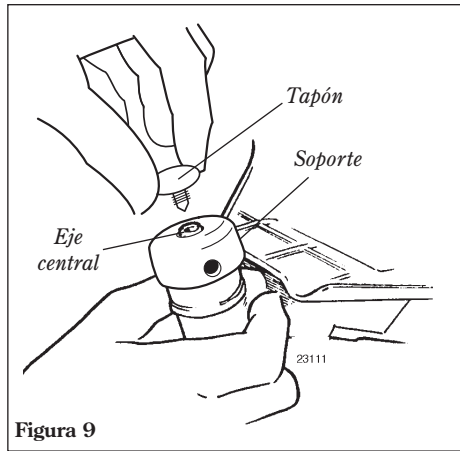

Figura 9
1. Con el eje de salida de la caja de engranajes cara arriba, gire el eje central y el soporte hasta que la muesca en el sujetador se alinie con la muesca en el borde de la caja de engranajes, y luego asegure el soporte a la caja de engranajes insertando el lado más largo de la llave hexagonal a través de ambas muescas. Consulte la figura 9.